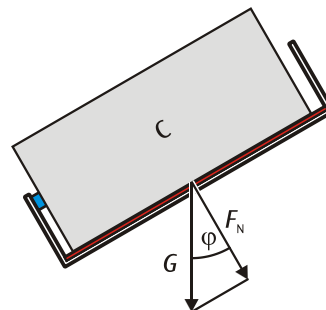

Fig. 3: medição com o trilho de atrito inclinado e corpo de atrito C.
- Colocar o corpo de atrito C sobre a placa, de modo que os rolimãs se apoiem sobre o lado inclinado mais estreito virado para baixo (veja Fig. 3).